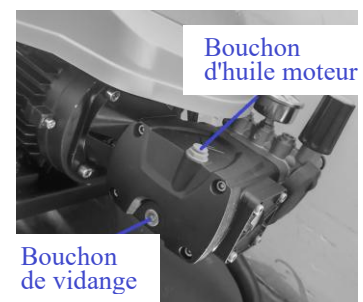

Fig. 2
- Raccordez le tuyau d'arrosage à l'orifice d'entrée d'eau (6). Reportez-vous au Tableau 1 pour les dimensions de filetage d'entrée d'eau correctes.
- Appuyez plusieurs fois sur la gâchette (14) du pistolet pour libérer tout air emprisonné dans la pompe et le système de tuyaux.
- Branchez fermement l'appareil dans la prise de courant. Mettez l'interrupteur d'alimentation (2) sur la position ON.
- Appuyez sur la gâchette (14) pour démarrer la pompe et commencer le fonctionnement.
- Vérifiez le niveau d'huile moteur à travers le hublot de niveau d'huile (15).
- Pour vidanger l'ancienne huile moteur, placez un récipient de collecte d'huile approprié sous le point de vidange, retirez le bouchon de vidange, et inclinez délicatement la machine pour vous assurer que toute l'huile s'écoule complètement. Voir Fig. 2.